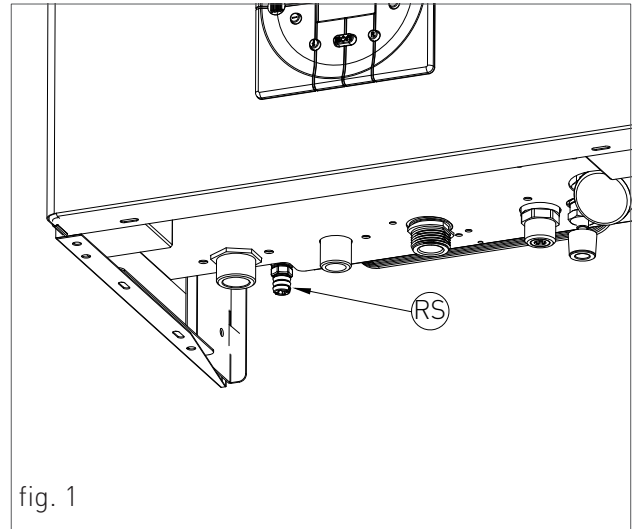

fig. 1
- > ruotare il rubinetto di scarico dell'impianto 'RS' (fig. 1);
- > quando tutta l'acqua è defluita, chiudere le valvole di sfiato dei radiatori ed il rubinetto di scarico dell'impianto 'RS' (fig. 1).